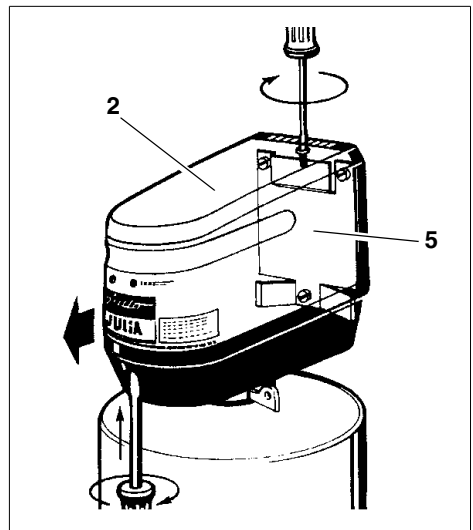
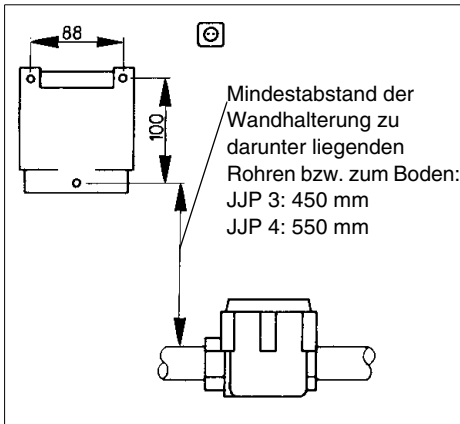

Abb. 6: Montage Wandhalterung und JJP
Abb. 7: Wandmontage mit Wandhalterung
- Schraube lösen (siehe Abb. 6).
- Abdeckhaube (2) entfernen.
- Die mitgelieferte Wandhalterung (5) an einem geeigneten Platz montieren (siehe Abb. 7).
- Die Dosierpumpe in die Wandhalterung (5) einhängen (siehe Abb. 6).
- Abdeckhaube (2) wieder auf den Pumpenträger aufsetzen und verschrauben.
- JJP 10 - 60: Pumpenkopf in die Dosierbehälteröffnung einführen und das Pumpengehäuse (3) auf den Dosierbehälter absetzen.
- Abdeckhaube (2) entfernen (siehe Abb. 6).